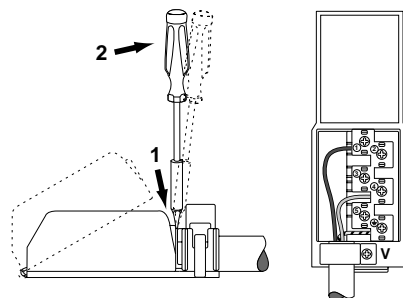

fig.11
- dévissez la vis du serre-câble "V" de même que les vis des contacts (Fig.11).